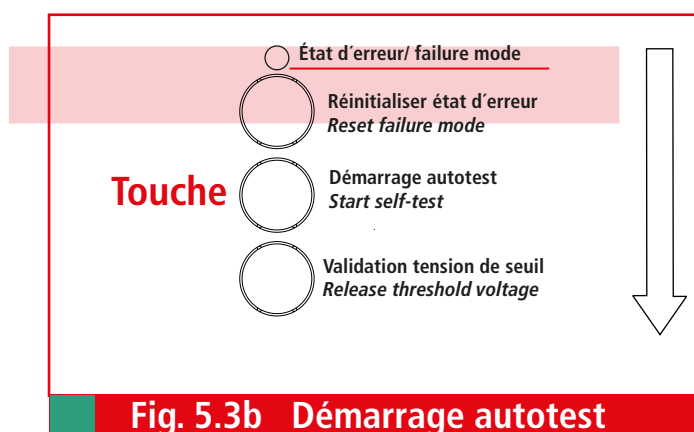

Fig. 5.3b Démarrage autotest
- Démarrer l'autotest au moyen de la touche « **Démarrage Autotest** », voir fig. 5.3b.